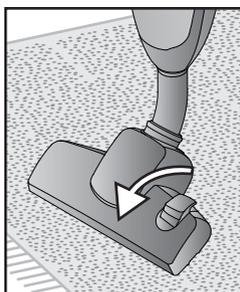

Fig. 4
- Per pulire i tappeti ed i pavimenti resistenti si consiglia di non utilizzare le setole. Per far rientrare le setole nella spazzola occorre sollevare il selettore (I) verso l'alto (Fig. 4).